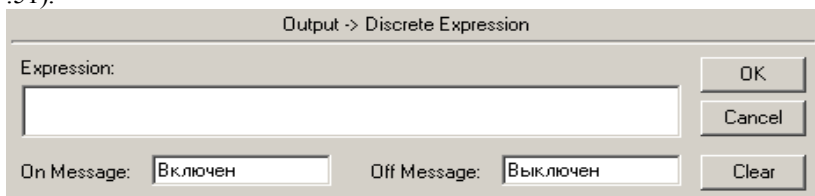

Рис. 51. Диалог настройки вывода на экран дискретного значения.
- **Дискретное** - использует дискретное значение выражения для вывода определенного пользователем сообщения типа On или Off (рис. 51).